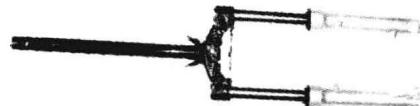

图 1-5 前叉立管
- 3) 检查前叉立管（见图 1-5）、前叉腿管是否变形，如无变形，应进行修复或更换。